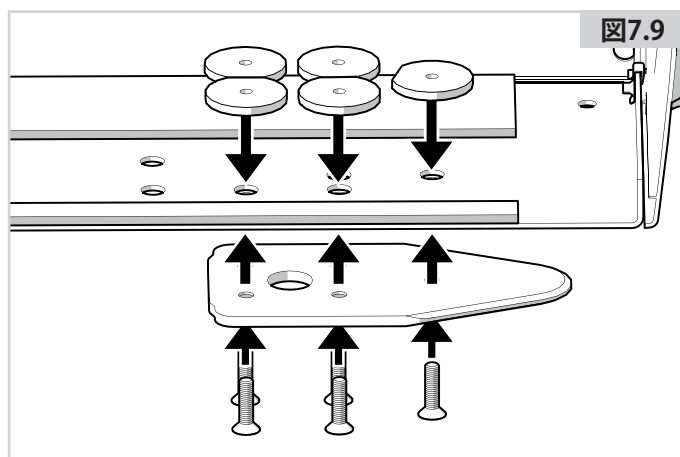

図7.9
4. 車体ボックスの下側にスペーサーとロックプレートを5本のねじで取り付けます (図7.9)。